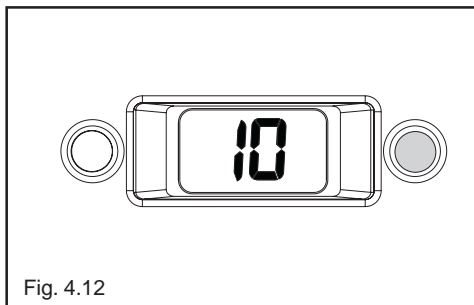

Fig. 4.12
- un blocco caldaia: si accende il led rosso e contemporaneamente sul visualizzatore digit lampeggia il codice anomalia (fig. 4.12). Vedi paragrafo "Anomalie e segnalazioni luminose".